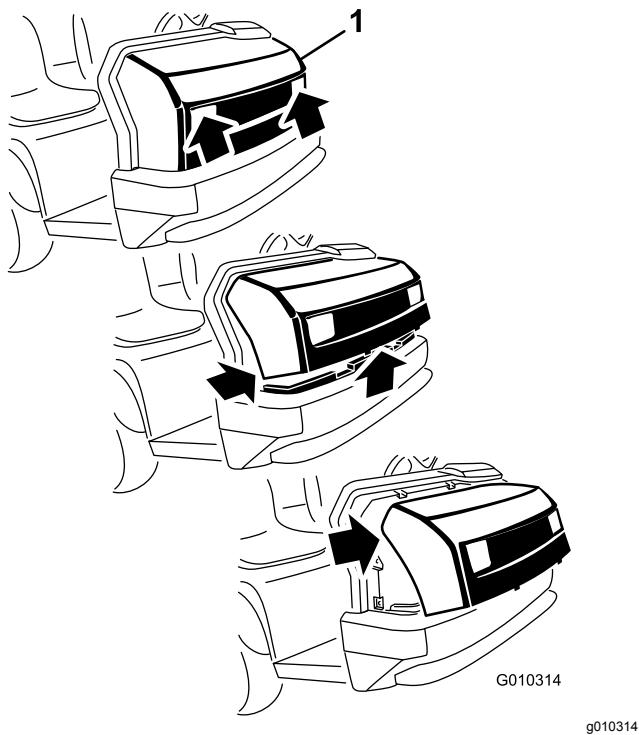

Figura 3
1. Sujete el capó por los orificios de los faros y levántelo para poder liberar las pestañas de montaje inferiores de las ranuras del bastidor (Figura 3).
2. Gire hacia arriba la parte inferior del capó hasta que pueda retirar las pestañas de montaje superiores de las ranuras del chasis(Figura 3).
3. Gire hacia adelante la parte superior del capó y desenchufe los conectores de cables de los faros (Figura 3).